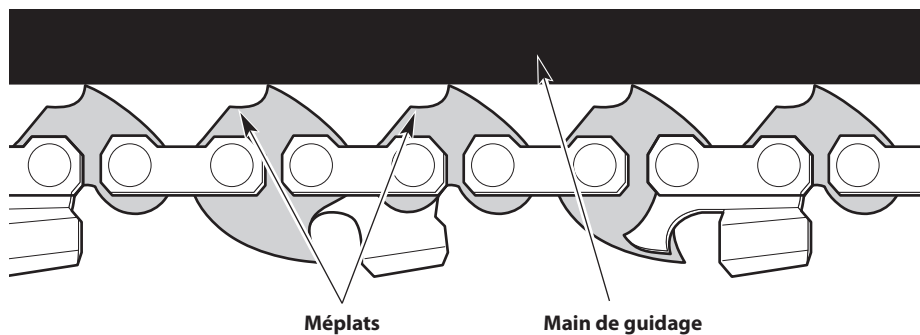
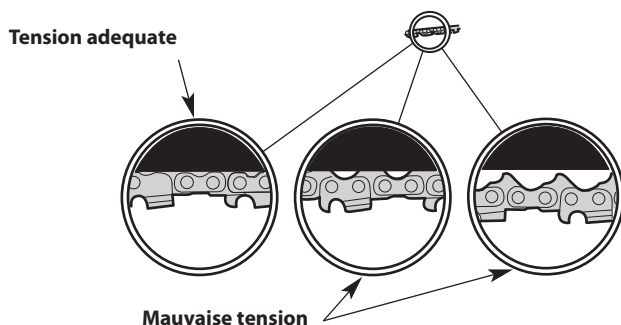

Fig. 14
Fig. 17
Vérifiez la tension de la chaîne avant et pendant le fonctionnement. La chaîne de scie s'allongera tandis qu'elle s'échauffe pendant le fonctionnement. Réglez la tension de la chaîne lorsque les méplats de la chaîne pendent hors de la rainure du guide-chaîne (Fig. 14 et Fig. 17).
- Tournez la vis de tension de la chaîne dans le sens antihoraire pour desserrer la chaîne de la scie.La chaîne de la tronçonneuse doit être bien ajustée contre le dessous du guide-chaîne. Il ne doit y avoir aucun fléchissement (Fig. 17).